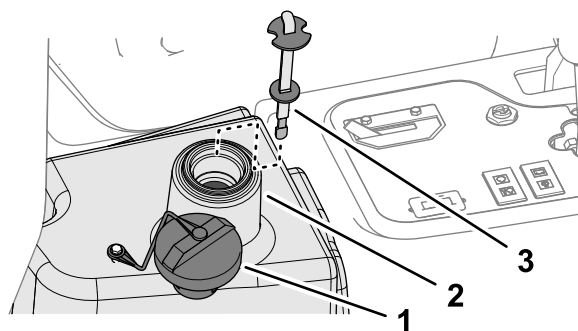

图 93
2. 清洁液压油箱加油颈和油箱盖周围的区域 图 93 并取下油箱盖。